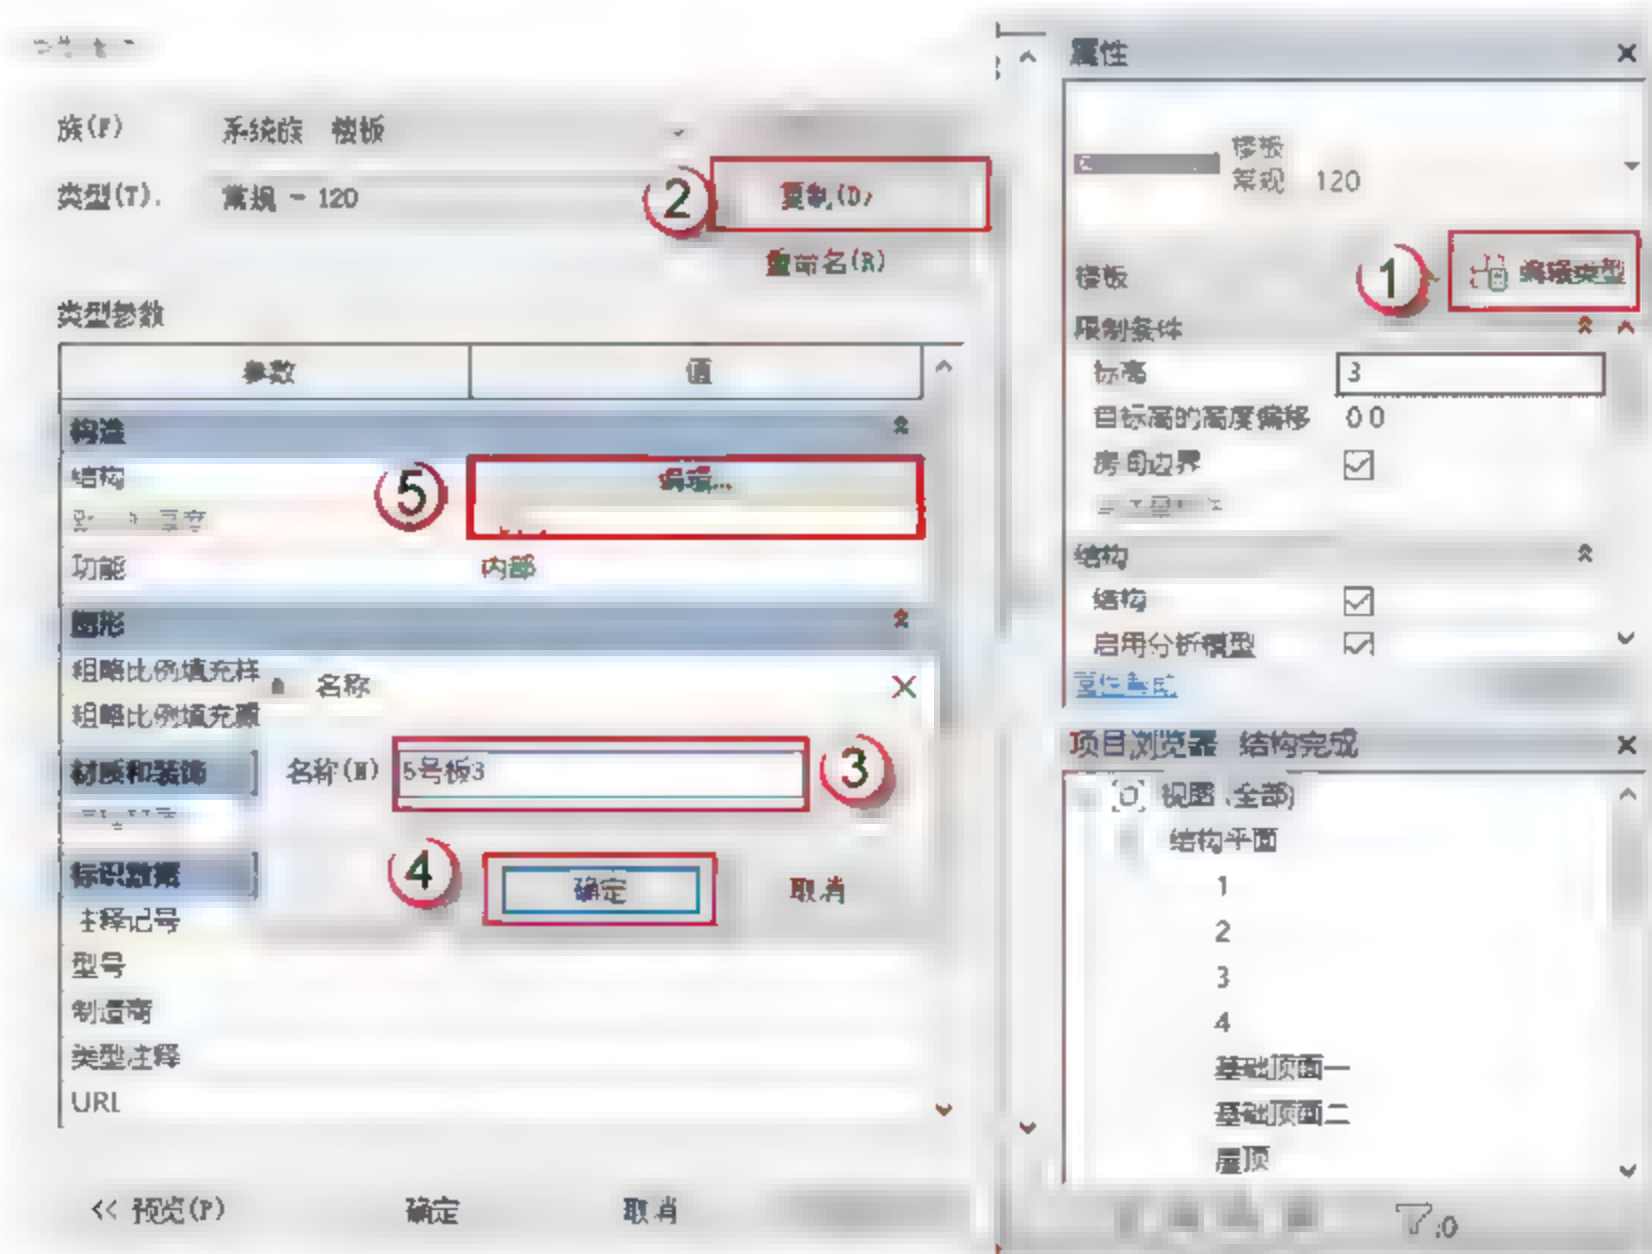

图 4.4.26 修改5号板
(6) 修改5号板,选中5号板,单击“编辑类型”按钮,在弹出的对话框中,单击“复制”按钮,在弹出的对话框中命名为“5号板3”,单击“确定”按钮。单击“编辑”按钮,修改板厚为120,如图4.4.26所示。